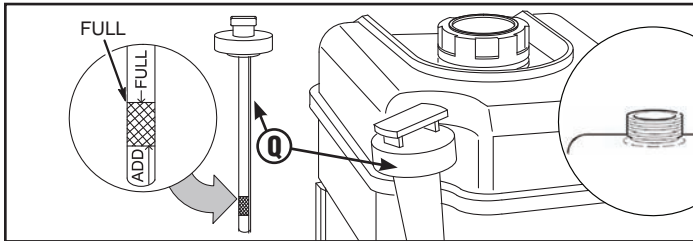

Figure 8
1. Retirez la jauge d'huile (Q, Figure 8). Vérifiez le niveau d'huile. Le niveau d'huile doit être entre les marques PLEIN et AJOUTER. Réinstallez la jauge d'huile.